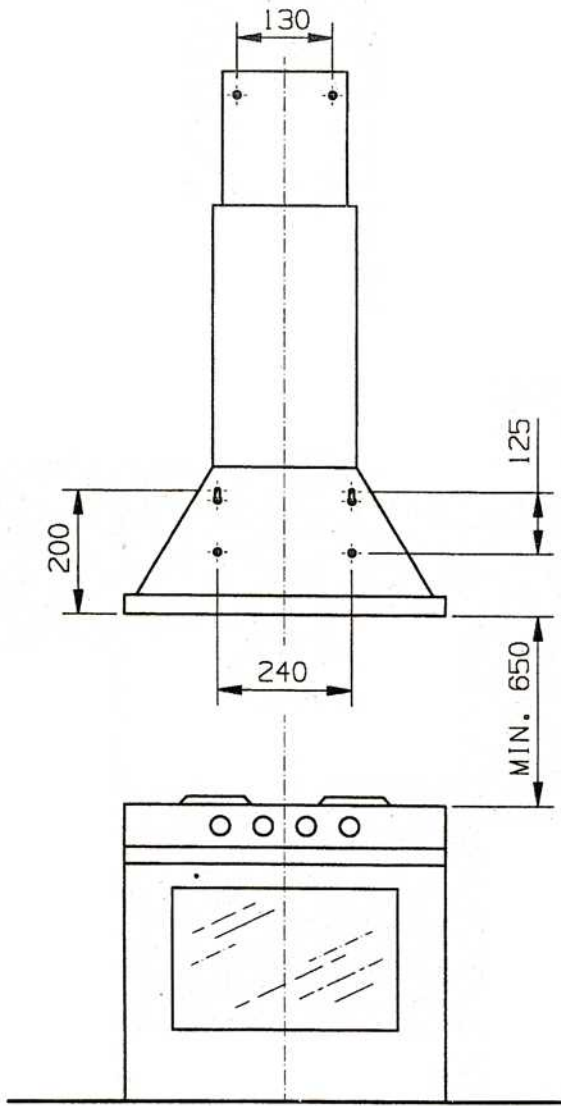

Fig. 1
- 2) Practicar los agujeros comprobando que no se dañan ni tuberías ni cables eléctricos. Colocar los tacos y tornillos superiores (Fig. 1).